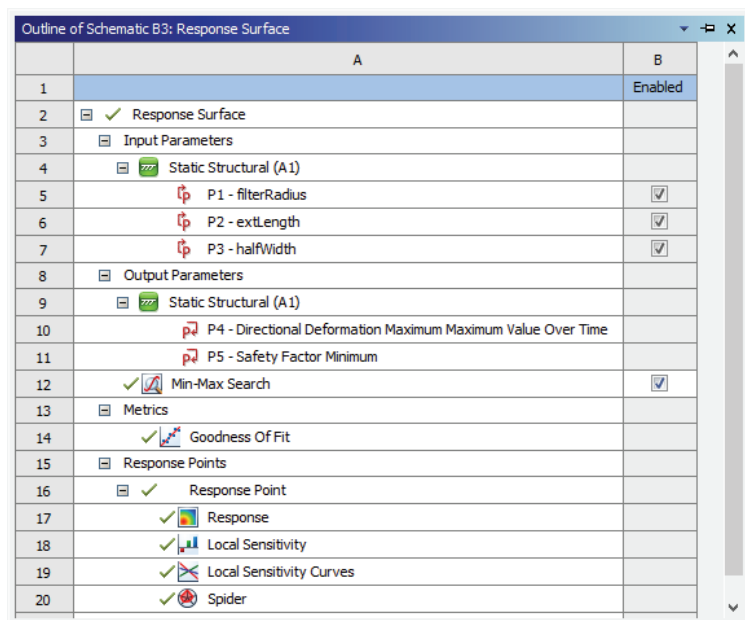

图 25-42 完成响应面计算后的工作界面
8) 完成计算后的 Outline of Schematic B3: Response Surface 窗口如图 25-42 所示。关闭 B3: Response Surface 标签。